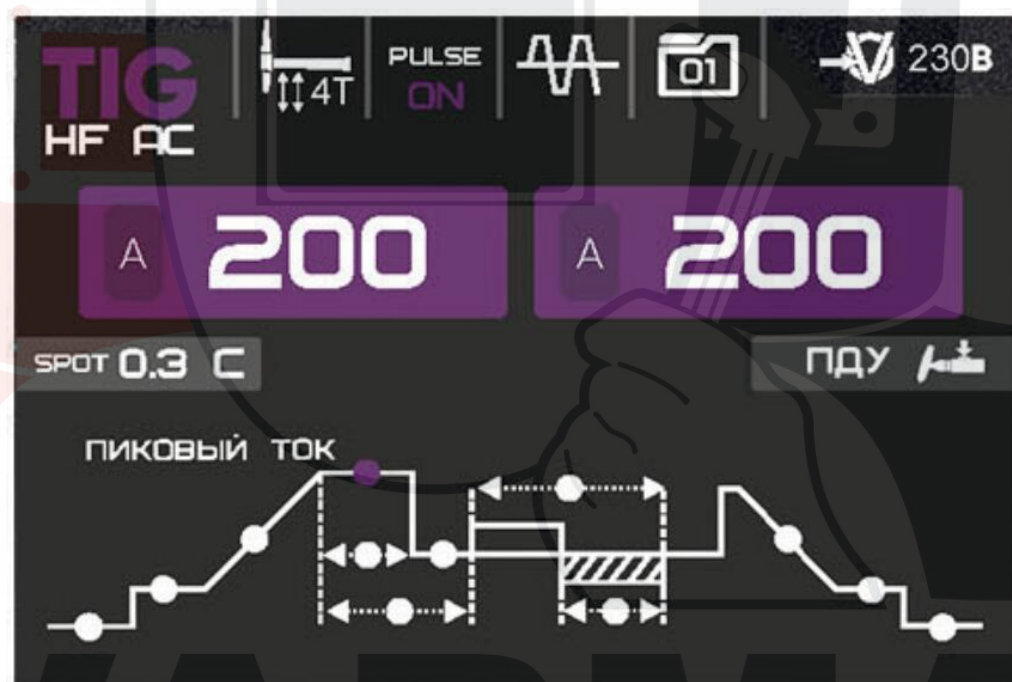

Рис. 5
**Внимание!** п. 5,6,7 – работают в режиме PULSE ON, рис. 5 «А»
**Внимание!** п. 8.9 – работают в режимах переменного тока: AC HF/AC LIFT, рис. 5 «В».